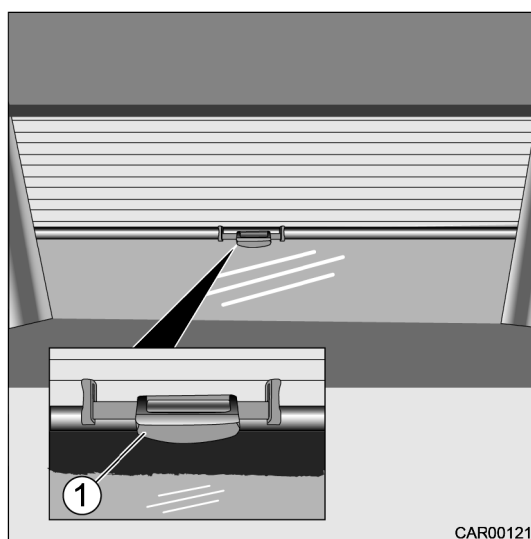

Fig. 98 Store occultant plissé de pare-brise
1. Débloquer le store occultant avec la poignée de déverrouillage (Fig. 98/1) et le tirer vers le bas.